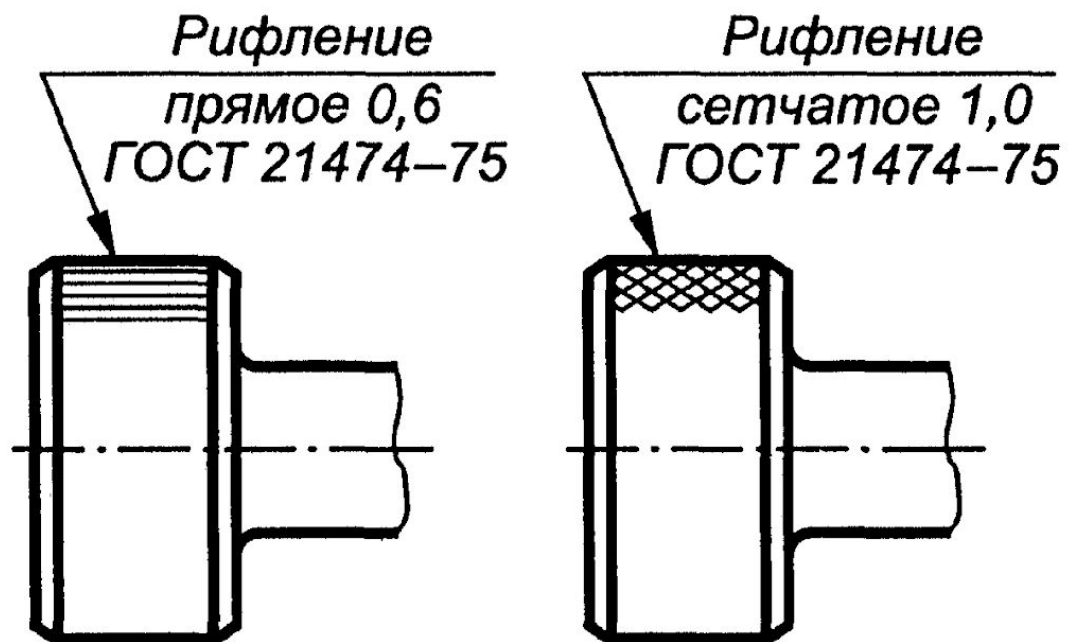

Рис.20
- На чертежах сплошную сетку, плетенку, орнамент, рельеф, накатку, которые должны быть на предметах, допускается изображать частично и упрощенно (рис. 20).